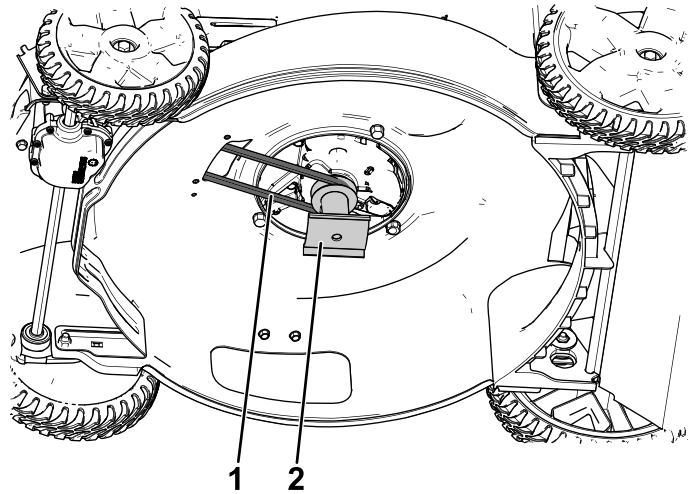

Bild 7
3. Montieren Sie den Messermitnehmer und verlegen Sie den Riemen um ihn, wie in Bild 7 abgebildet.